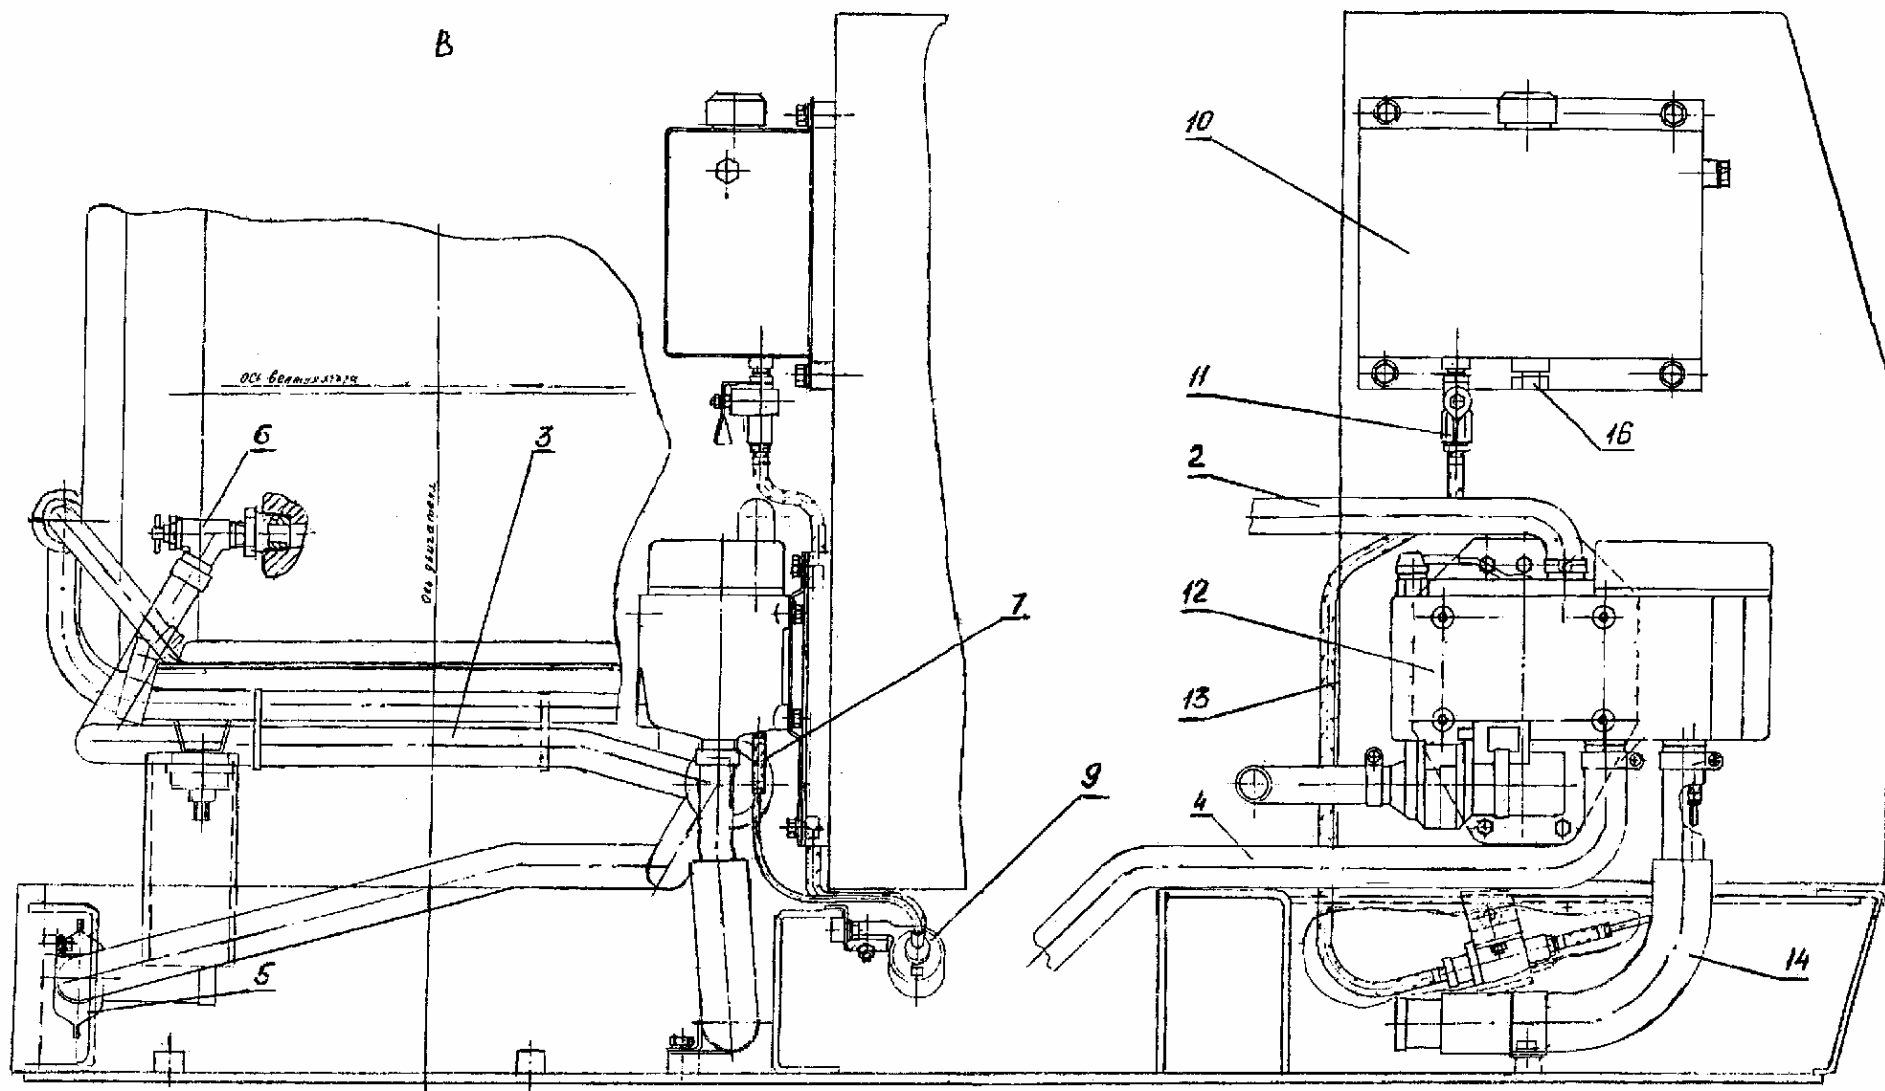

Рис. 26 Установка предпускового подогрева двигателя и отопления кабины
2.3. УСТАНОВКА ПРЕДПУСКОВОГО ПОДОГРЕВА ДВИГАТЕЛЯ И ОТОПЛЕНИЯ КАБИНЫ (РИС.26)